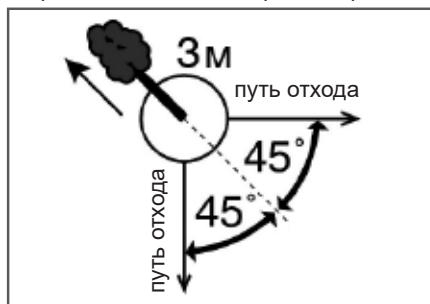

Рис. 15 Определение путей отхода
5. Обязательно определите путь отхода. Путь отхода (Рис. 15) должен быть направлен по диагонали в сторону, противоположную направлению падения, под углом 45 градусов, и вы должны отойти минимум на 3 метра от ствола, на тот случай, если во время падения комель дерева отскочит в сторону. Зона безопасности вокруг оси дерева должна быть не менее $2\frac{1}{2}$ высоты дерева.